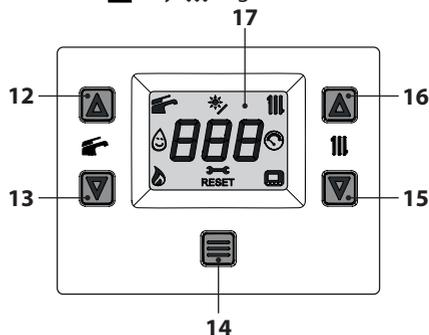

Figura 2.3
- Mantenga pulsado durante 1 segundo el botón 14 hasta que aparezcan en el display los símbolos y Figura 2.3.